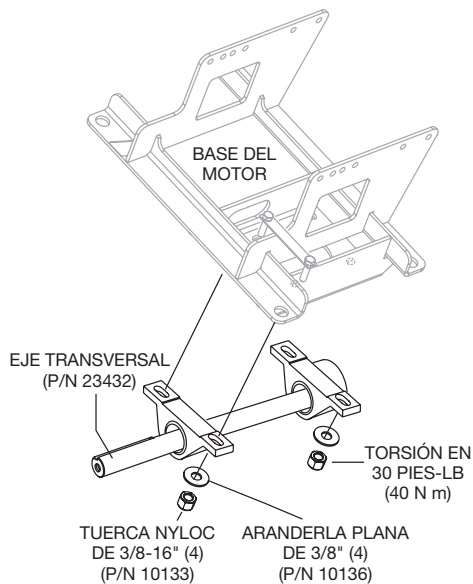

Figura 13. Instalación del eje transversal
4. Con una llave de trinquete de 3/8" con llave tubular de 9/16", instale un **nuevo** eje transversal (Figura 13), P/N 23432, con tuercas nyloc 3/8-16 (4), P/N 10133, y arandelas planas de 3/8 (4), P/N 10136, en la base del motor.